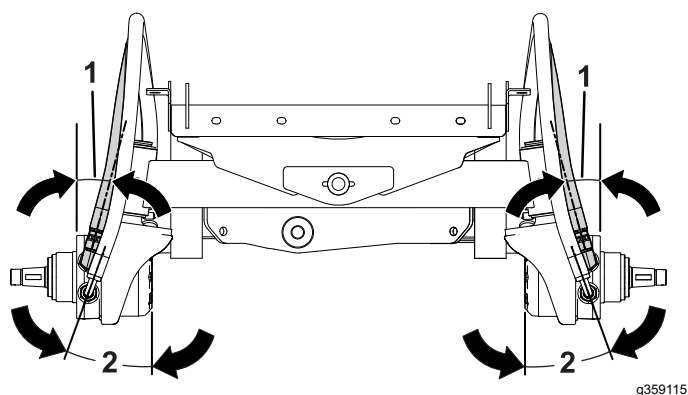

Figur 4
3. Monter den nye lige fitting og 90°-knæørret på hjulmotoren (Figur 4).
6. Monter slangen med lige fittings på 90°-knærøret (Figur 4).
7. Monter slangen med 90°-knærøret på den lige fitting (Figur 4).
16. Fjern én hætte ad gangen, og monter den korrekte slange på hydraulikrøret som vist i Figur 4.
17. Fjern den resterende hætte, og monter slangen på hydraulikrøret (Figur 4).